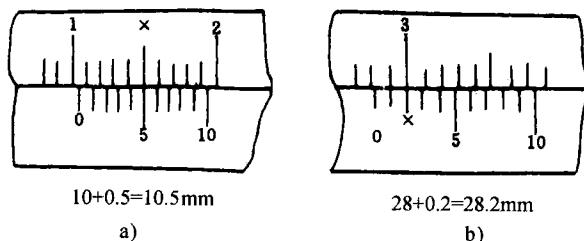

图 1-1-4 0.1 游标卡尺读数方法
(1) 第一步，在主尺身上读位于游标零线左面的毫米 (mm) 尺寸数，为测量结果的整数部分。
(2) 第二步，读出游标上与尺身上刻线对齐的刻线数值，此数值和间距差值 I 的乘积为小数部分。 I 为卡尺的精确度。卡尺的精确度分为 0.1mm 、 0.02mm 、 0.05mm 3 种。
(3) 第三步，把整数部分与小数部分相加即为测量结果。以 0.1 游标卡尺为例说明读数方法，见图 1-1-4。